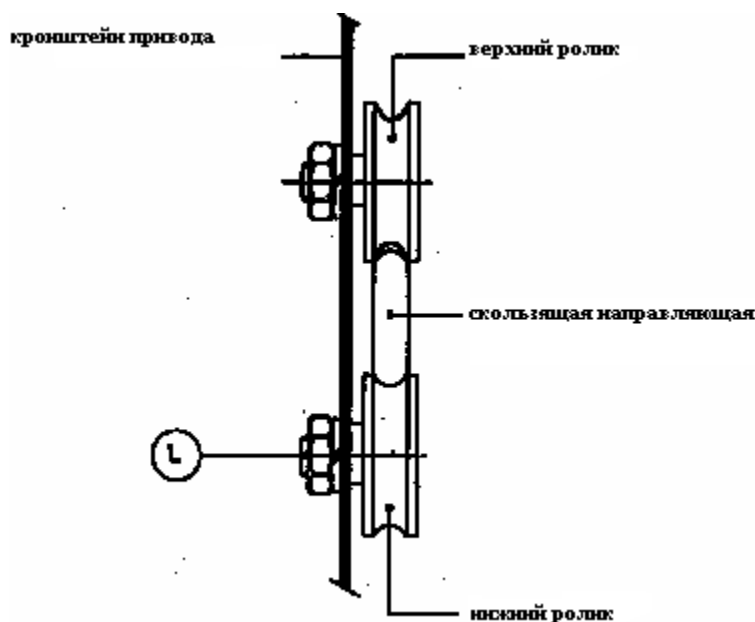

Рис. 11
- 5.4 Передвигая кронштейны, время от времени проверяйте, чтобы ролики кронштейнов передвигались на направляющих. Зазор, который может возникнуть, может быть уменьшен воздействием на кулачки «L» нижних роликов (Рис. 11).